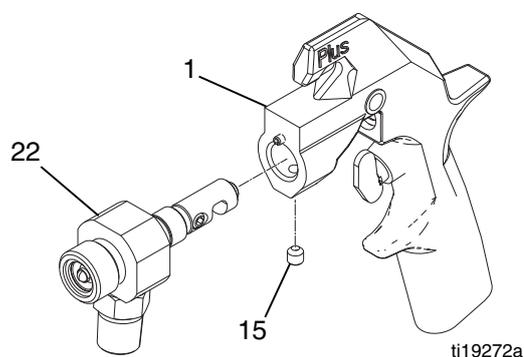

FIG. 16
6. Premere l'involucro del fluido (22) nel corpo della pistola (1) fin quando non è sistemato del tutto. Applicare Loctite® (blu) a media resistenza o equivalente alla vite di fermo (15). Serrare la vite di regolazione a 60-75 pollici-lb (6,8-8,5 N•m). Riempire la cavità della vite di regolazione con gelatina minerale. Vedere la FIG. 16.